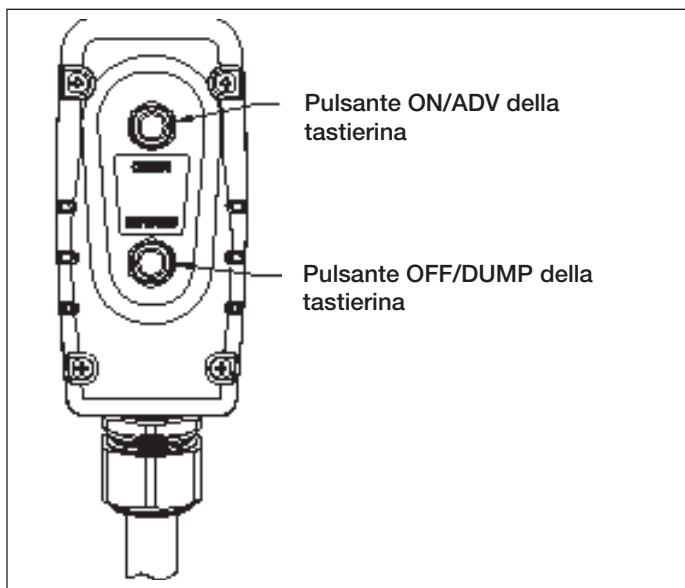

Figura 7, Pulsanti della tastierina
5.2 Funzionamento della tastierina (vedere figura 7)
5. Per avviare la pompa, premere il pulsante ON/ADV della tastierina. Vedere la figura 7. Il motore si avvierà automaticamente, e la chiave inizierà ad avanzare. La chiave torsiometrica continuerà ad avanzare fintanto che si mantiene il pulsante premuto.